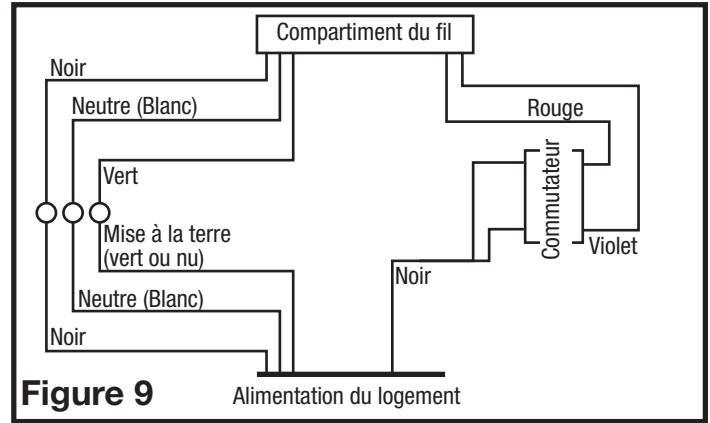

Figure 9
3. **Ventilation continue:** Pour les ventilateurs à deux vitesses, raccordés pour une ventilation continue. Connectez le fil blanc du ventilateur au fil blanc (neutre) de la source d'alimentation. Connectez le fil de terre de la maison au fil vert du boîtier du ventilateur. Connectez le fil noir du ventilateur au fil noir (chaud) de la source d'alimentation. Utilisez un interrupteur à bascule standard duplex, correctement mis à terre (comme Leviton 5224-2W, non inclus) pour relier le fil noir de la source d'alimentation à un côté de l'interrupteur du haut et du bas. Connectez le fil rouge (lumière) du boîtier du ventilateur à l'autre côté de l'interrupteur du haut et connectez le fil violet (veilleuse) du boîtier du ventilateur à l'autre côté de l'interrupteur du bas (Figure 9).